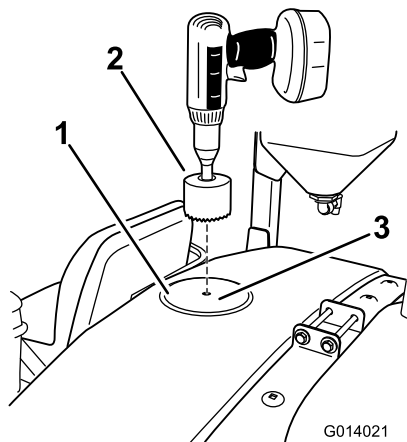

Figura 20
1. Individuate la posizione anteriore sull'estremità superiore del serbatoio come illustrato nella Figura 20.
2. Utilizzate una sega a tazza di 9 cm per realizzare un foro in corrispondenza del segno di foratura (Figura 20).